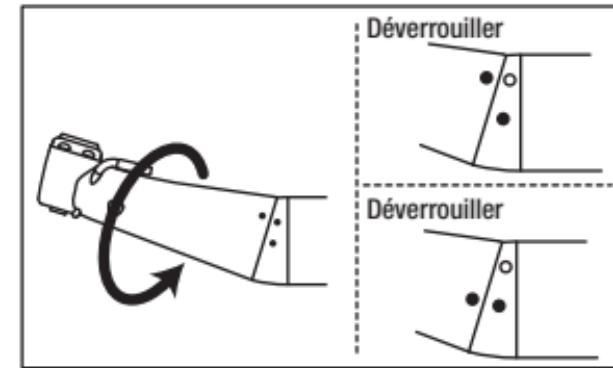

Fig. 11
- 3) Alignez la marque ● sur la tête avec la marque ○ (déverrouiller) sur la lime pour insérer la tête jusqu'à ce qu'elle soit en contact avec la lime. (Fig.11)